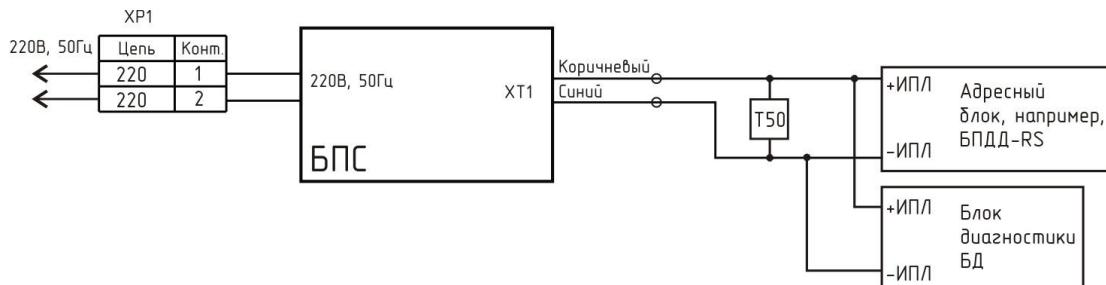

Рисунок 7 - Проверка качества связи
- Подключить, соблюдая полярность, к выходу ИПЛ блока БПС заведомо исправный адресный блок, например БПДД-RS, а также блок диагностики БД и терминатор (рисунок 7).